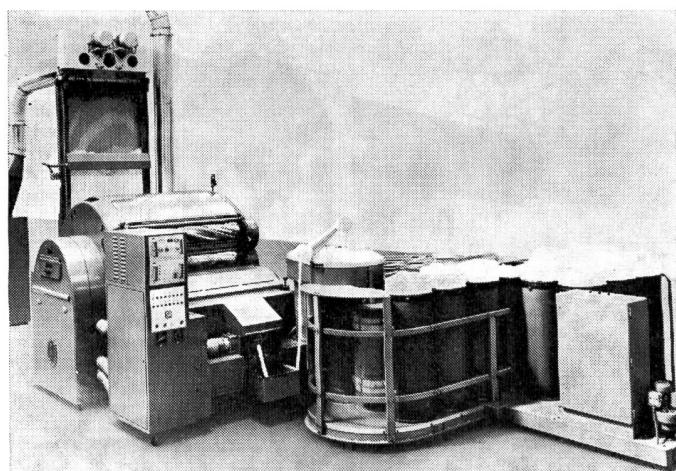

Abbildung 2 Aerodom und Kannenwechsler, Rieter
**Automatische Speisung** — Die automatische Kardenspeisung ist heute eine bereits bewährte Einrichtung. Interessant ist hier vielleicht die Einzelkardenspeisung «Aerodom» von Rieter, die sich für Baumwolle, Abgang- und Chemiefasersortimente eignet (Abbildung 2).
**Automatische Kannenwechsler** — Bei sehr grossen Kannen ist ein automatischer Kannenwechsler manchmal von Vorteil, aber nicht immer erforderlich. Arbeitet man an der Rotorsspinnmaschine jedoch mit Kardenband in der Vorlage, müssen die Kannen klein dimensioniert sein. Da bei den heutigen hohen Produktionsleistungen der Karden die Kannen sehr schnell gefüllt sind, müssen sie zu oft gewechselt werden. Man kommt hier ohne automatische Kannenwechsler nicht mehr aus. Viele Maschinenhersteller übertrugen ihre an den Strecken bewährten Konstruktionen auf die Karden. Abbildung 2 zeigt einen solchen Kannenwechsler von Rieter. Von Vorteil ist dabei, dass die Kannen sofort auf Transportwagen gestellt werden, was das Hantieren mit den Kannen und den Transport wesentlich vereinfacht.